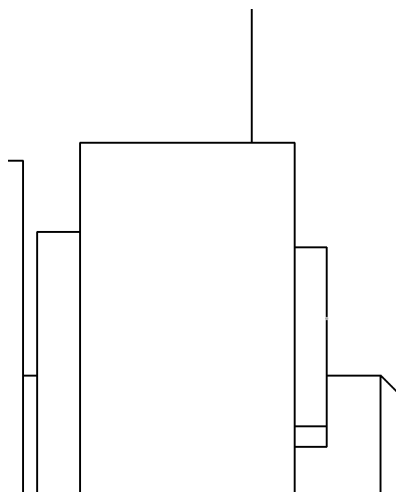

Рис. 57.27.
3. Удалите болт и шайбу (рис. 57.27).